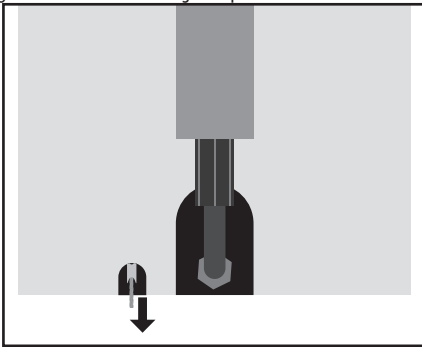

Fig. 8
1. Desserrez le T-rip et faites passer le câble en acier le long du câble en acier de synchronisation jusqu'à la colonne avec la pompe hydraulique (Fig. 8).